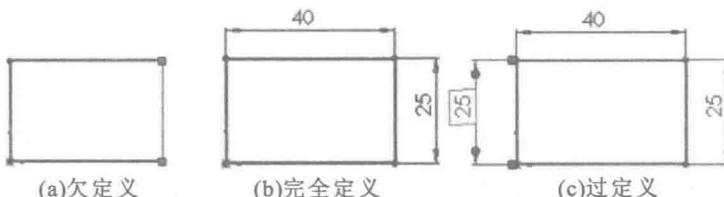

图 1-2
草图是指在 SolidWorks 中使用直线、圆弧、样条等绘制命令绘制的，具有一定的形状和尺寸精确性，具有特殊意义的几何图形。草图多是二维的，也有三维草图。本书中的草图都是二维草图。绘制草图是三维造型的基础，绘制草图是创建零件的第一步。在 SolidWorks 软件中，草图有三种状态，分别是欠定义、完全定义和过定义，如图 1-2 所示。
(1) 欠定义：表示草图约束不完全，如图 1-2(a)中的草图，矩形中有 2 条线是蓝色，其余两条线为黑色，但是黑色线的端点为蓝色。虽然没有标注任何尺寸，但是黑色线段的方向已经定义为垂直和水平，所以线段显示为黑色，由于无尺寸定义线长，所以线的端点为蓝色。
(2) 完全定义：表示草图已经正确约束，已经定义合适的几何关系和尺寸。
(3) 过定义：表示草图中有过度约束(封闭尺寸链)。由于 SolidWorks 使用参数化来约束模型和草图，过定义会导致草图计算错误，所以草图会显示为红色。